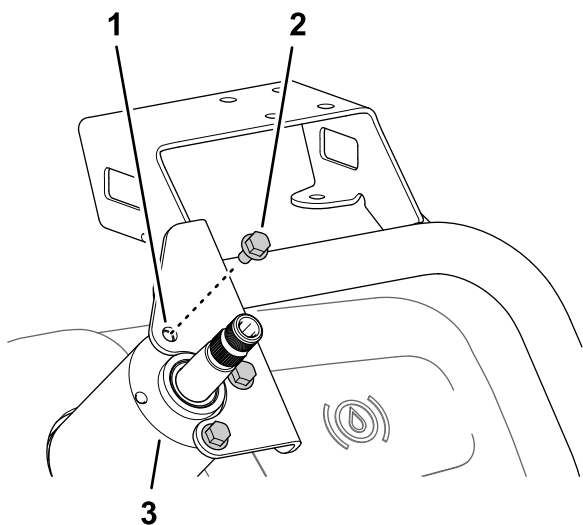

图161
2. 用 3 个凸缘头螺栓6 x 12mm将监控器安装架组装到转向阀的壳体上图161。